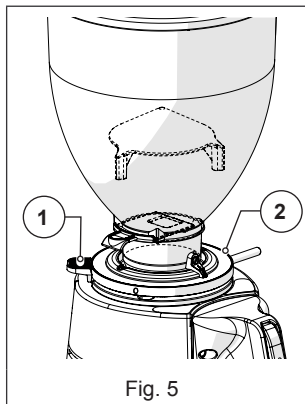

Fig. 5
- **Alavanca Bloqueio Anel Roscado (Fig. 5)**